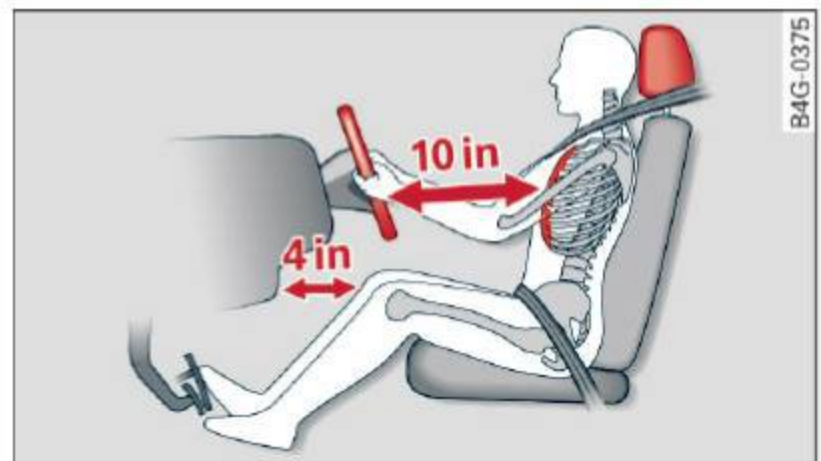

Fig. 134 Position assise correcte
- ▶ Réglez le volant de telle sorte qu'il y ait au moins 25 cm (10 po) entre le volant et le centre de votre sternum ⇒ *fig. 134*. Si cela